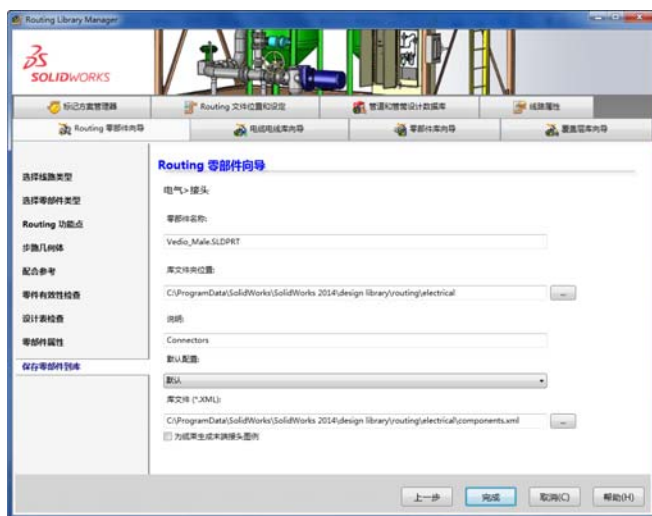

图 18-44 保存零部件到库
⑩ 此时“Routing Library Manager”对话框中显示的是保存零部件到库页面，如图 18-44 所示。输入零部件名称为“Vedio_Male”，采取默认的库文件位置，单击“完成”按钮。在弹出的两个对话框中分别选择“是”和“确定”按钮，则在步路库中的 electrical 电气文件夹